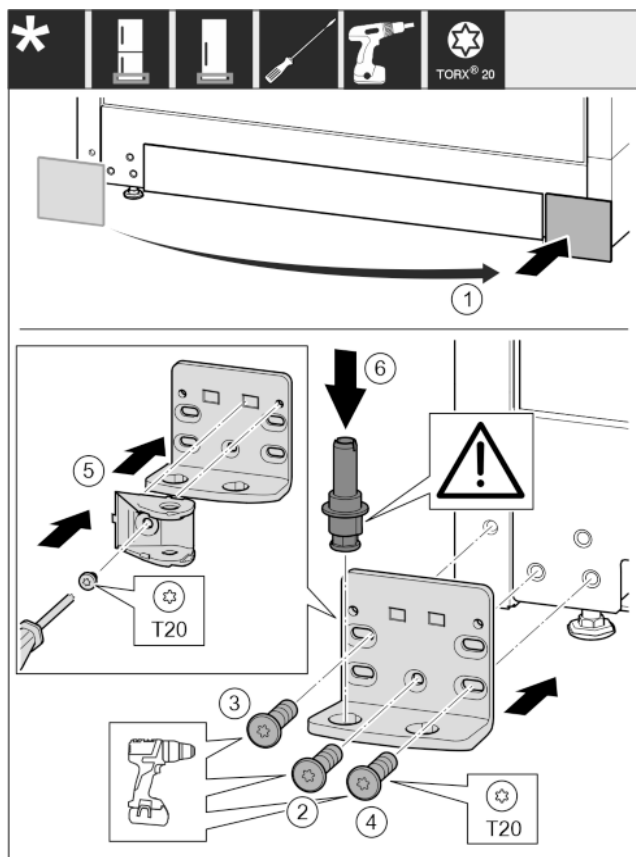

Fig. 28
- Abdeckung abnehmen und auf der anderen Seite anbringen. Fig. 28 (1)
- Lagerbock auf der anderen Seite ansetzen und mit Hilfe eines Schraubendrehers T20 anschrauben. Mit Schraube 2 unten in der Mitte beginnen. Fig. 28 (2)
- Schraube 3 und 4 festschrauben. Fig. 28 (3,4)
- Schließdämpferverbindung um 180° drehen. Auf der anderen Seite des Lagerbocks mit Schraubendreher T20 anschrauben. Fig. 28 (5)
- Lagerbolzen komplett einsetzen. Dabei darauf achten, dass der Rastnocken nach hinten zeigt. Fig. 28 (6)